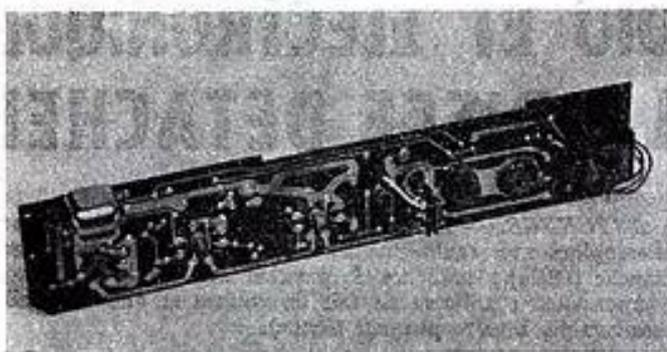

Fig. 2. — Les circuits imprimés présentés par Visscaux.
1) Préparer l'oscillographe en suivant les instructions données précédemment, en (3) partie I de cet article, en vue d'obtenir un diagramme sinusoïdal, sauf en ce qui concerne le balayage linéaire qui doit être réglé à 120 cycles/sec. en procédant de la façon suivante : a) Brancher une tension de 60 cycles/sec. aux bornes d'entrée de l'amplificateur vertical et tourner le contrôle de gain vertical de manière à obtenir environ le quart de son maximum. Cette tension à 60 cycles/sec. peut être prélevée à la borne de sortie 6,3 volts de l'oscillographe si celui-ci est muni d'une telle sortie. b) Régler le commutateur de synchronisation sur la fréquence de lignes. c) Régler les contrôles approximatif et précis de fréquence ainsi que le contrôle de synchronisation d'amplitude de manière à obtenir le diagramme stationnaire illustré par la figure 2, ce qui indique que l'oscillateur de balayage est réglé